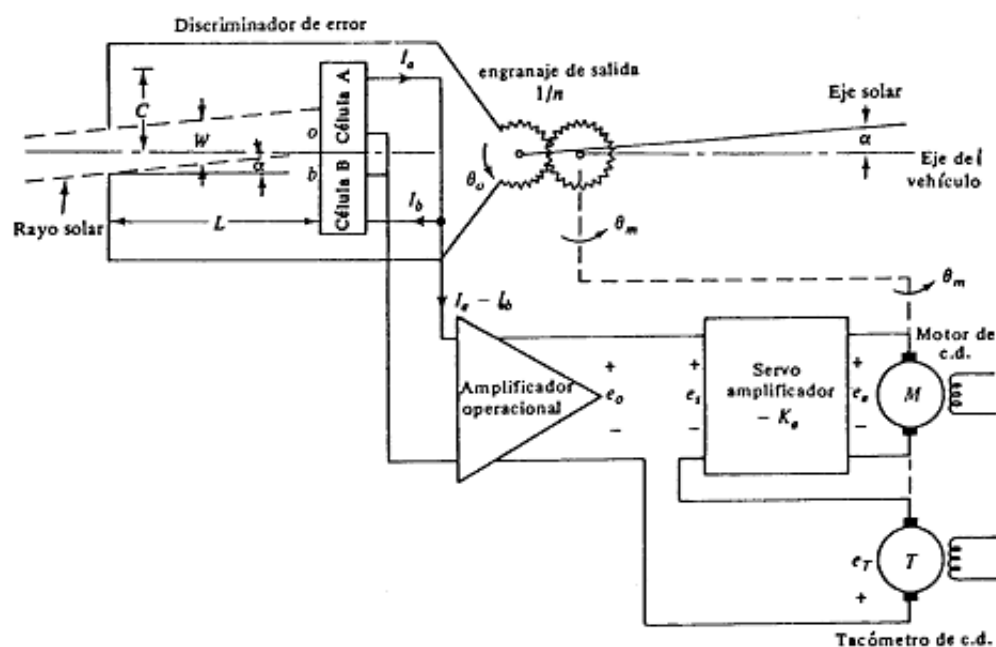

Figura 1.17: Sistema de seguimiento del sol. Fuente: [Kuo, 1996]
- b) Diagrama esquemático de un sistema de seguimiento del Sol, sin considerar el tacómetro, (figura 1.17).